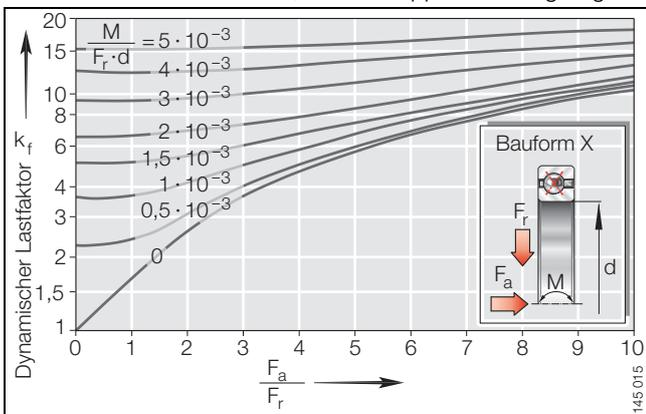
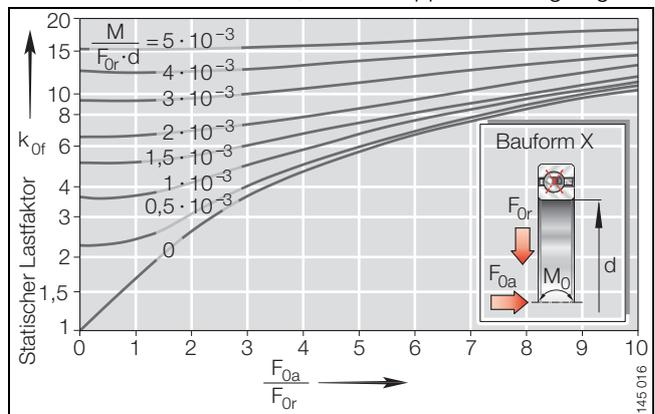
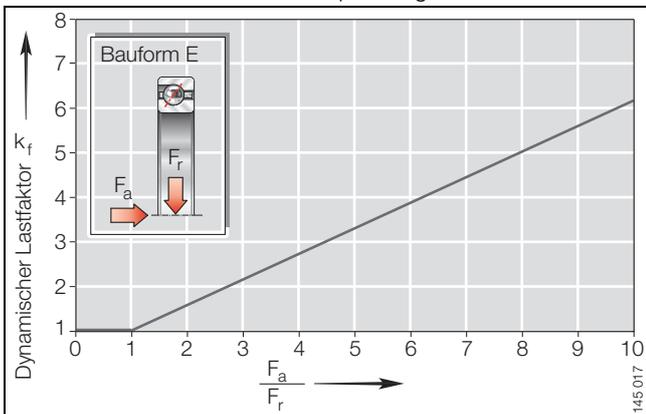
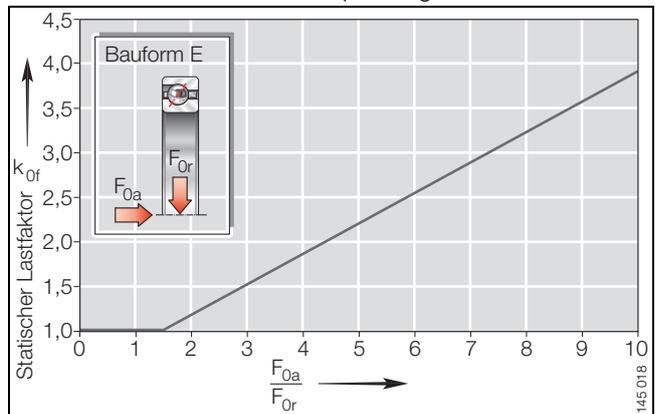

Bild 4 · Dynamische Korrekturfaktoren  $k_f$  für kombiniert belastete Vierpunktlager
Bild 7 · Statische Korrekturfaktoren  $k_{of}$  für kombiniert belastete Vierpunktlager
Bild 5 · Dynamische Korrekturfaktoren  $k_f$  für kombiniert belastete, nicht verkippte Schrägkugellager
Bild 8 · Statische Korrekturfaktoren  $k_{of}$  für kombiniert belastete, nicht verkippte Schrägkugellager
- Vierpunktlager, Bild 4 und Bild 7, Seite 49
- Schrägkugellager, Bild 5 und Bild 8, Seite 49
Die dynamischen und statischen Korrekturfaktoren  $k_f$  und  $k_{0f}$  siehe Bild 7 und Bild 8, Seite 49.